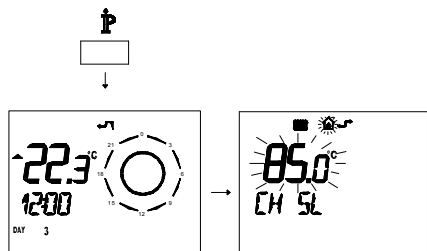

Figura 7.3
- Premere per più di 3 secondi il pulsante P para per entrare in modalità *INFO* (Figura 7.3).